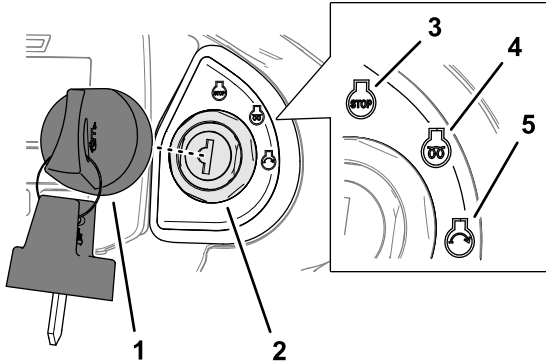

Figure 25
- Tournez la clé à la position arrêt (Figure 25).